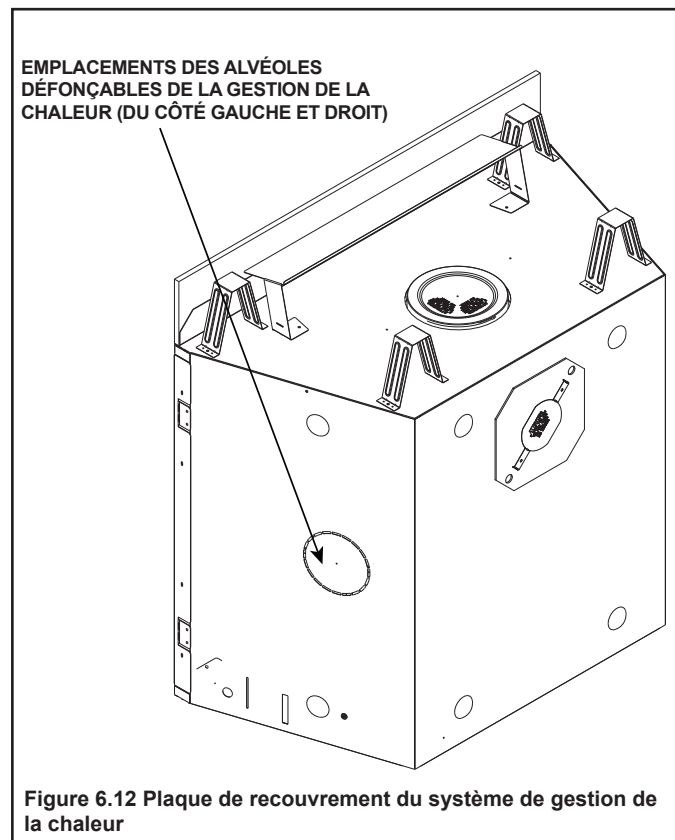

Figure 6.12 Plaque de recouvrement du système de gestion de la chaleur
- Localisez les orifices d'accès du système de gestion de la chaleur à gauche et à droite de l'appareil. Il faut installer un ou deux ensembles Heat-Zones® au gaz. Retirez le couvercle du foyer et jetez-le. Voir la figure 6.12.